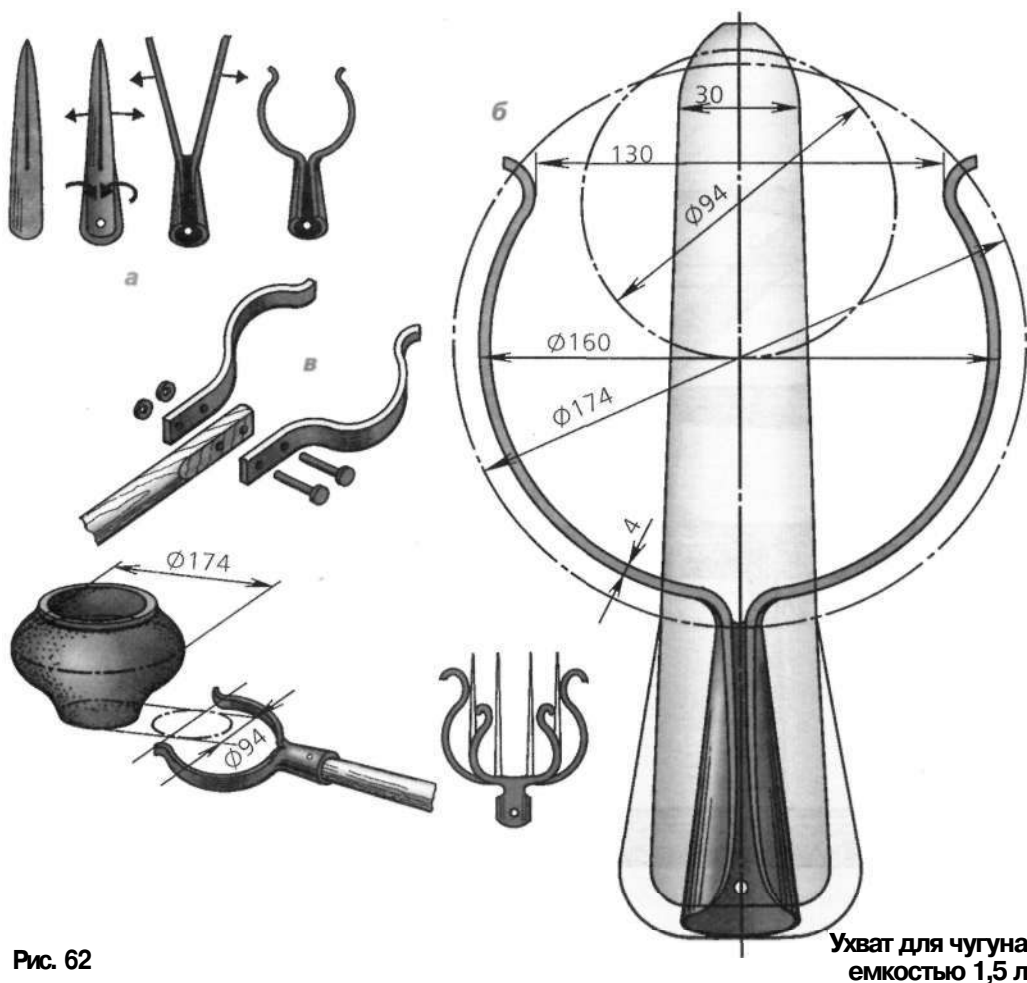

Рис. 62
**Ухват, или рогач.** «В хлеву у быка копыта на рогах, а хвост на дворе у бабы в руках». Кому довелось родиться в крестьянской семье, без особых затруднений отгадает эту загадку. Сразу же вспоминается рогатый ухват, на котором мать или бабушка отправляют в топливник русской печи чугунок, образно названный в загадке стогом сена (рис. 62, з). Нетрудно догадаться, что хлев — это топливник русской печи, а хвост быка — деревянная рукоятка ухвата.
Так же как и кочергу, ухват изготавливали в деревенской кузнице. Клинообразную пластину рассекали вдоль примерно на две трети ее длины (рис. 62, а). Затем нерассеченную часть расковыливали и заворачивали края так, чтобы образовалась коническая
было бы свободно подвести снизу под тулово чугуна или горшка. Кончики ухвата не должны царапать посуду, поэтому их слегка загибали в противоположные стороны. На рисунке, приведенном в книге, показан ухват для небольшого чугунка емкостью 1,5 литра, имеющий в широкой части тулова диаметр 174 мм, а у доньшка 94 мм (рис. 62, б). Такой ухват легко подводится под стоящий на шестке чугун и надежно удерживает его при переноске.
В сельских магазинах довольно редко можно увидеть в продаже ухваты средней величины, изготовленные методом штамповки. Но чтобы купить весь комплект ухватов на стандартные чугуны, и говорить не приходится. Однако нет безвыходных положений, и при желании ухваты можно изготовить и в домашних условиях слесарным способом. В двух стальных полосках, имеющих толщину 3—4 мм, сверлят с одного краю по два отверстия (рис. 62, в). Затем из каждой полоски выгибают дугообразные рога, сообразуясь с размерами чугуна. Готовые рога крепят к рукоятке с помощью двух болтов и гаек или заклепок. Вносить на ухвате в русскую печь небольшие чугуны (от полутора до пяти литров) не так уж тяжело, тем более если хозяйка имела опыт и сноровку. А как быть с большими ведерными чугунами, в которых кипятят воду, парят с